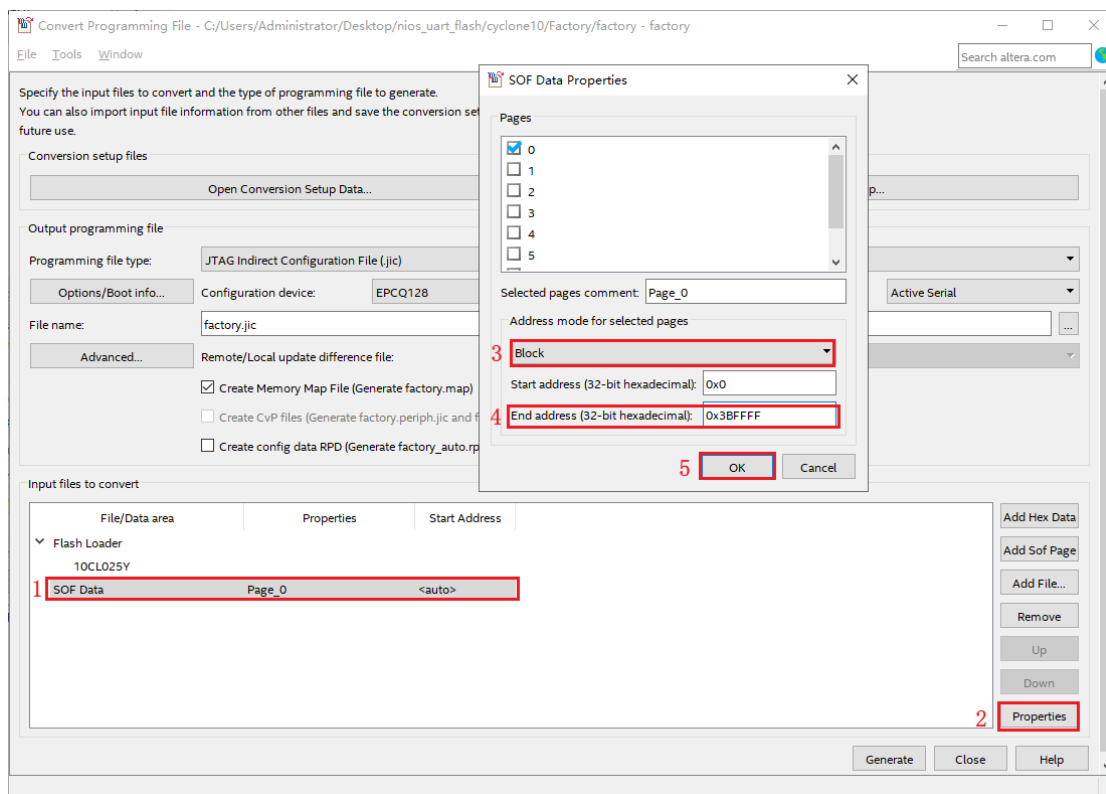

图 1-4 分配 Factory 工程 SOF 文件的起始地址
(2) 点击 SOF Data->Properties->Block->End address->0x3BFFFF, 用于存放 Factory 工程生成的 sof 文件, 如下图 1-4 所示。